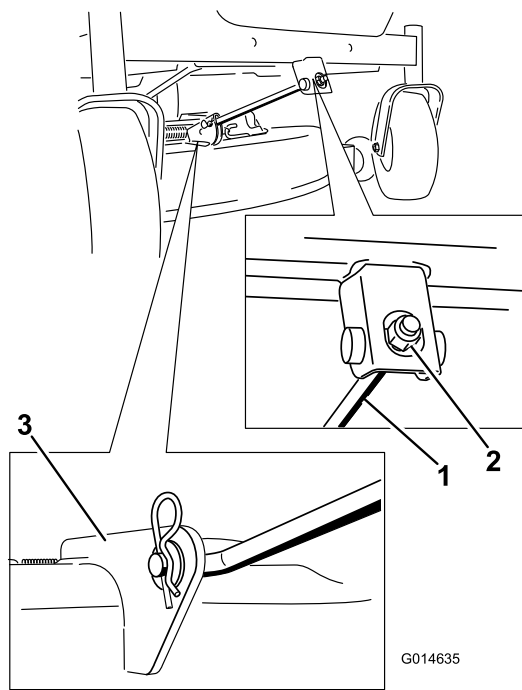

Figure 75
- Retirez la goupille fendue de la tige de support avant et déposez la tige du support de plateau (Figure 75).